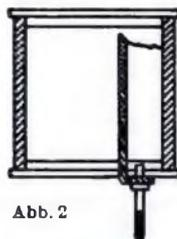

Abb. 2
- 2) Worauf diese Eigenschaft des Gegentaktverstärkers beruht, ist leicht zu verstehen. An der Primärseite eines Transformators wirke ein Wechselstrom so, daß an der Sekundärseite desselben Wechselspannungen von  $\pm 2$  Volt auftreten. Diese Wechselspannungen werden dem Gitter der Endröhre zugeführt. Sie habe die Charakteristik, die in Abb. 1 angegeben ist. Wir sehen dann aus dieser Abbildung, daß unsere Röhre nicht imstande ist, Wechselspannungen von  $\pm 2$  Volt verzerrungsfrei in Stromschwankungen umzusetzen, es treten Amplitudenverzerrungen auf (Klirrtöne und dergl.). Wir haben also den Fall, daß die vorhandene Energie nicht voll verwendet werden kann, da die Endröhre übersteuert wird. Hier ist die Gegentaktanschaltung am Platze. Warum bei ihr keine Frequenzverzerrungen auftreten, ersehen wir aus Abb. 2. An
Abb. 1 Zur Gegentaktanschaltung. Abb. 2 Für eine einzige Röhre sind zwei gleich große Röhren in Gegentakt die Spannungsschwankungen verarbeiteten. Resultat: Verzerrte Verstärkung Verstärkung unverzerrt
der Primärseite wirkt wieder der gleiche Wechselstrom wie im vorhergehenden Falle. Wir würden also bei einem gewöhnlichen Transformator eine Gitterwechselspannung von  $\pm 2$  Volt erhalten. Beim Gegentakttransformator ist das ganz anders. Wir erhalten nämlich statt einer Gitterwechselspannung von  $\pm 2$  Volt eine solche von  $\pm 1$  Volt bei a und  $\pm 1$  Volt bei b (Abb. 2).
Wie dies die Skizze zeigt, kommen an die Stecker des unteren Spulendeckels starke Kupferdrähte, an die erst die Spulendrähte nach Skizze (Abb. 2) gelötet werden. Wenn die Drähte stark genug sind, brauchen sie nicht isoliert zu werden.